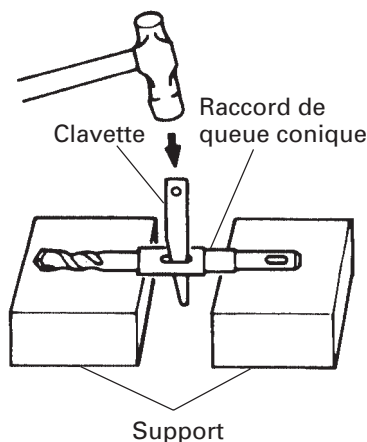

Fig. 12
(4) Pour retirer la mèche (queue conique), introduire la clavette dans la fente du raccord de queue conique et frapper la tête de la clavette avec un marteau alors que le perceuse est placée sur le support. (Fig. 12)